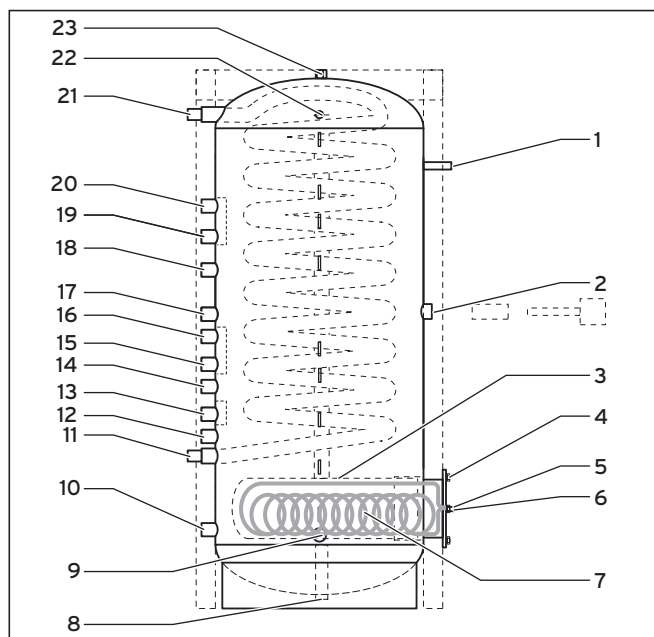

Fig. 2.4 Raccordi dei tubi, vista da sinistra
**I raccordi del serbatoio sono in parte provvisti di variatori della portata, in modo che l'acqua in afflusso dai circuiti della sorgente termica non modifichi la stratificazione del calore all'interno del serbatoio. Per questo è importante che si rispettino rigorosamente le indicazioni per l'allacciamento qui riportate (vedi fig. 2.4).**
Legenda della fig. 2.4: